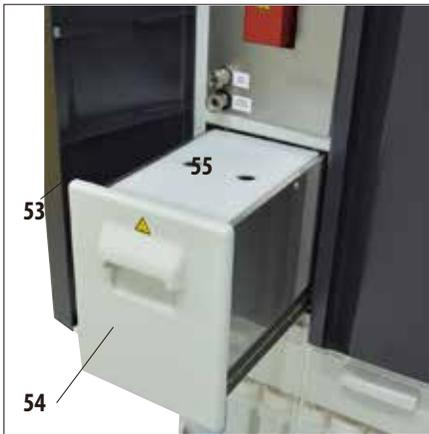

Abb. 37
- Die Paraffinstation (54) befindet sich hinter der linken Tür (53) des Gerätes unterhalb der Retorte (Abb. 37). Sie dient dazu, dass für die Paraffinbäder immer genügend frisches, flüssiges Paraffin vorrätig ist. Das Fassungsvermögen beträgt 5,0 l flüssiges Paraffin.